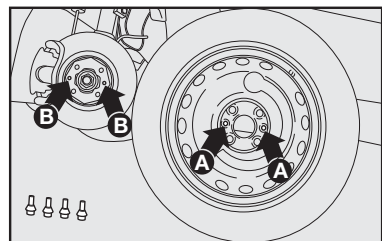

fig. 13
- Monte la rueda de repuesto, de manera que los tornillos **B-fig. 13** coincidan con los orificios **A-fig. 13**.